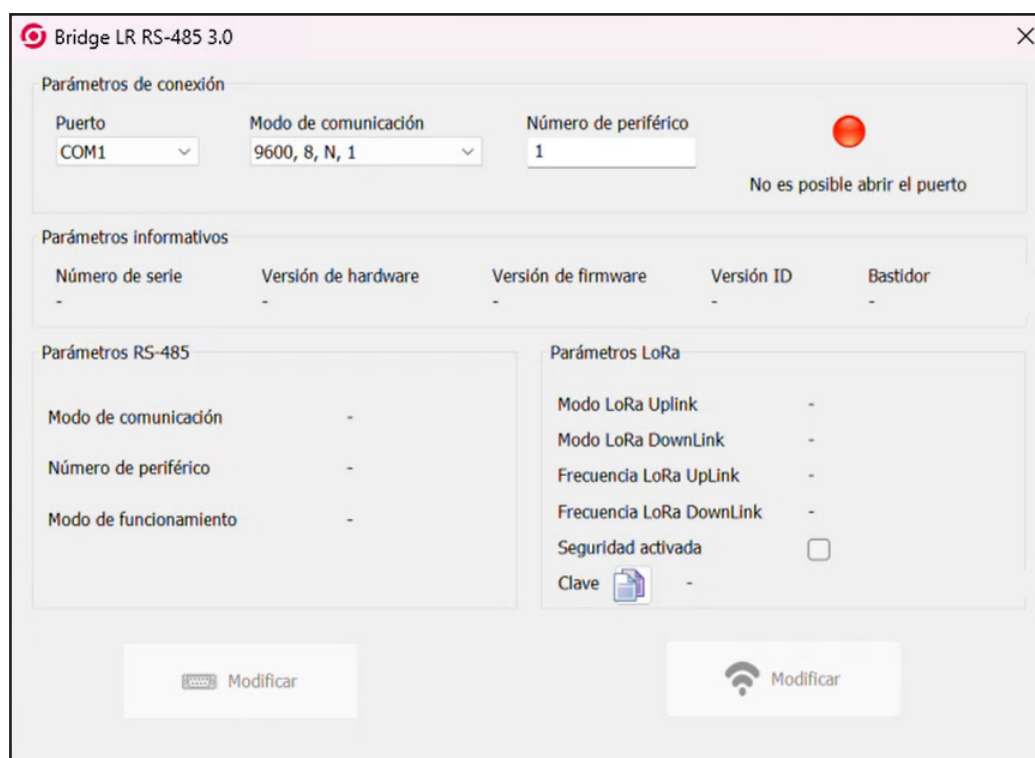

Figura 10: Software de configuración: pantalla inicial.
- 2.- Ejecutar el software de Configuración en el ordenador, aparece la pantalla de la **Figura 10**.